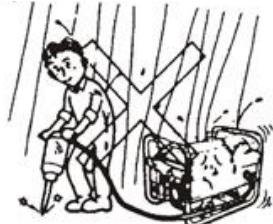

Рис. 2
1.2 Не використовуйте установку в умовах вологості (Рис. 2).